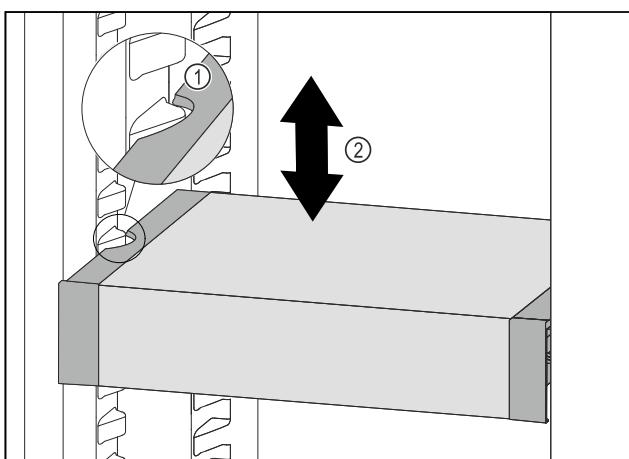

Fig. 102
- VarioSafe vucite prema naprijed sve dok se bočni otvori VarioSafe ladice ne nađu na visini žlijeba spremnika u hladnjaku. Fig. 102 (1)
- Pomičite ladicu VarioSafe u hladnjaku prema gore ili dolje sve dok ne dosegnete željenu visinu. Fig. 102 (2)